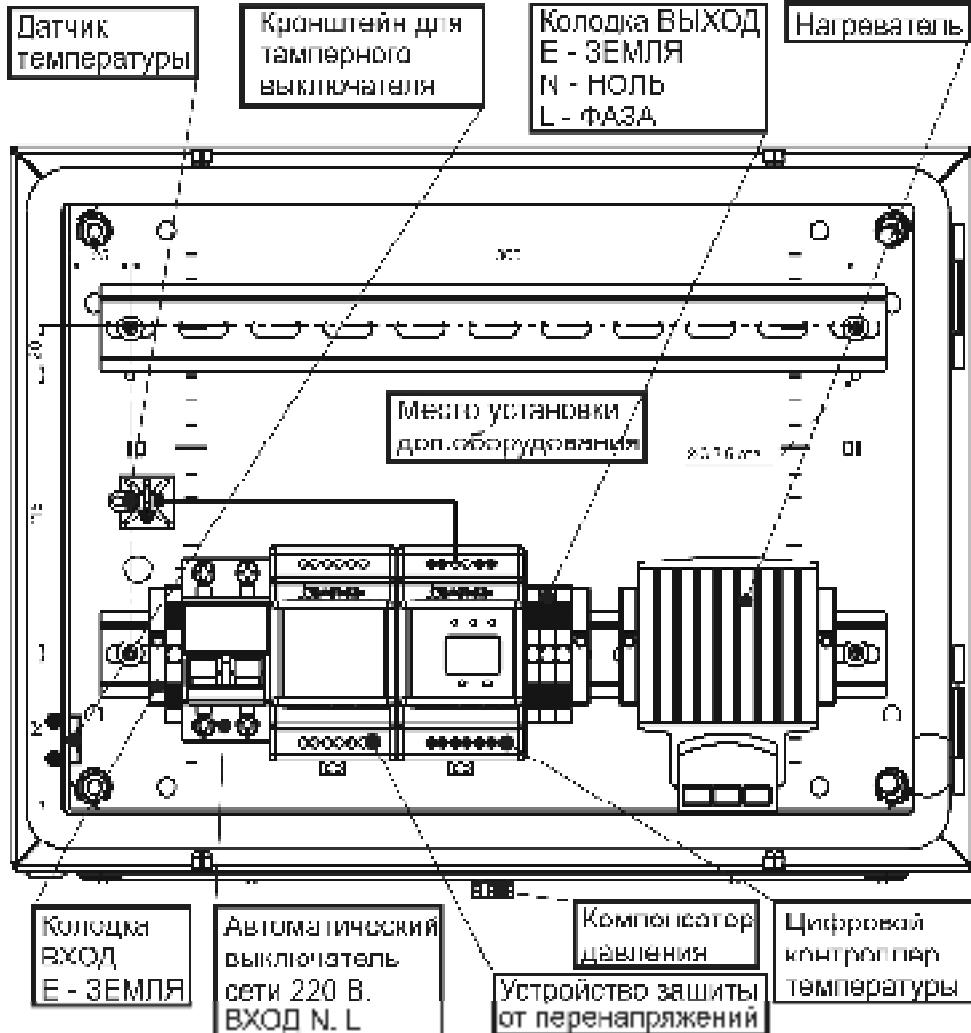

Рисунок 2 – Вид изделия с открытой дверцей
- клеммным колодкам ВХОД и ВЫХОД~ 220В (см. рисунок 2).
Выполните подключение внешних цепей к изделию в соответствии с назначением клемм подключения (см. рисунок 2) в следующей последовательности:
- Провод заземления подключите к клемме Е (ЗЕМЛЯ) на колодке «ВХОД» (см. рисунок 2).
- Подключите, соблюдая фазировку, к клеммам автоматического выключателя сетевые провода N (НОЛЬ) и L(ФАЗА) (см. рисунок 2).
- В случае необходимости установите тамперный переключатель (входит в комплект поставки) на специальный кронштейн (см. рисунок 2), используя входящий в комплект крепеж.